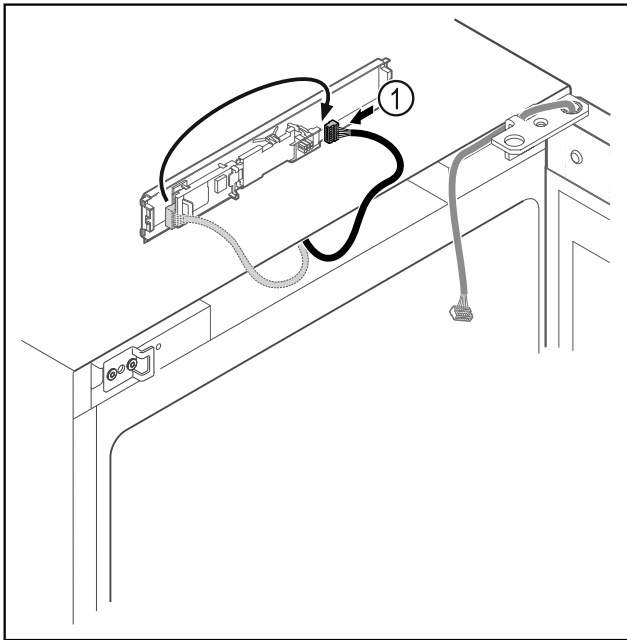

Fig. 10
- Scambiare la posizione del connettore Fig. 10 (1) sulla scheda.